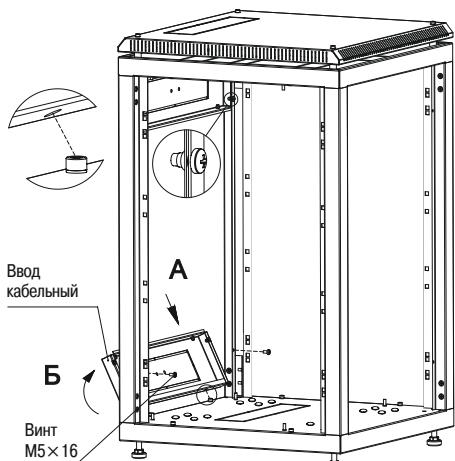

Рисунок 5 – Установка кабельных вводов
3.1.5 Для установки вводов кабельных состыкуйте посадочные круглые отверстия вводов с винтами на основании (действие А), прижмите вводы к стойкам (действие Б) и закрепите винтами M5×16 с полукруглой головкой (рисунок 5) *.